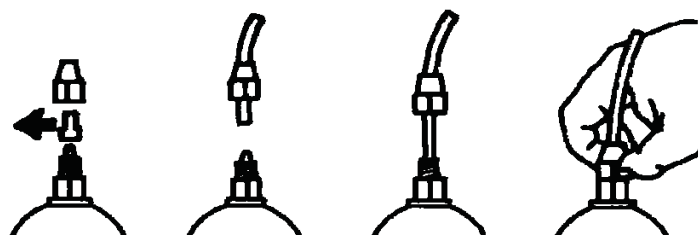

Fig. 7
- e.- Retirer les deux capsules rouges de protection des raccords, fixer à fond les tubes sur les embouts coniques et les bloquer avec les écrous de fixation (fig. 7).